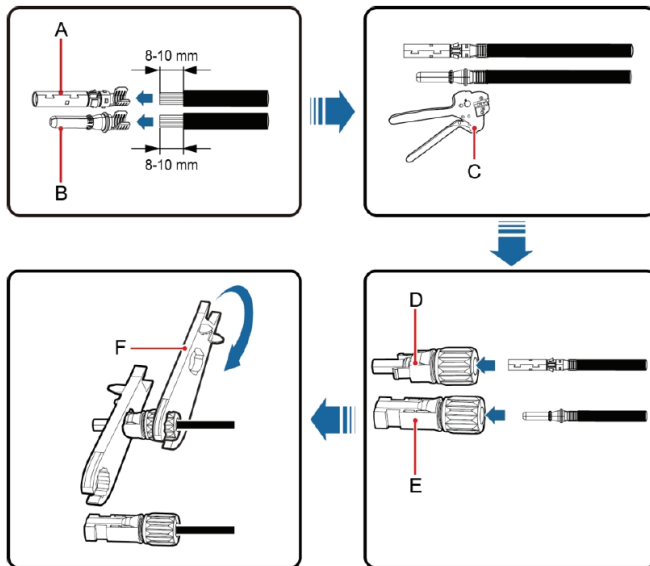

Figura 17 Connettore di corrente continua MC4 e collegamento della stringa fotovoltaica
(1) Prima di collegare la stringa fotovoltaica all'inverter, assicurarsi che siano state adottate misure adeguate di protezione contro i fulmini ed i cortocircuiti;
(2) Collegare i cavi di uscita dei moduli solari fotovoltaici al connettore di corrente continua dell'inverter, come illustrato nella Figura 17. Rimuovere lo strato di isolamento del cavo della corrente continua a circa 8-10 mm. Inserire la parte conduttrice nella posizione appropriata del connettore, crimpare il terminale di corrente continua MC4 e serrare il dado con una coppia di 2,5-3 Nm. Assicurarsi che i poli dei moduli solari fotovoltaici siano correttamente e ben collegati ai connettori.